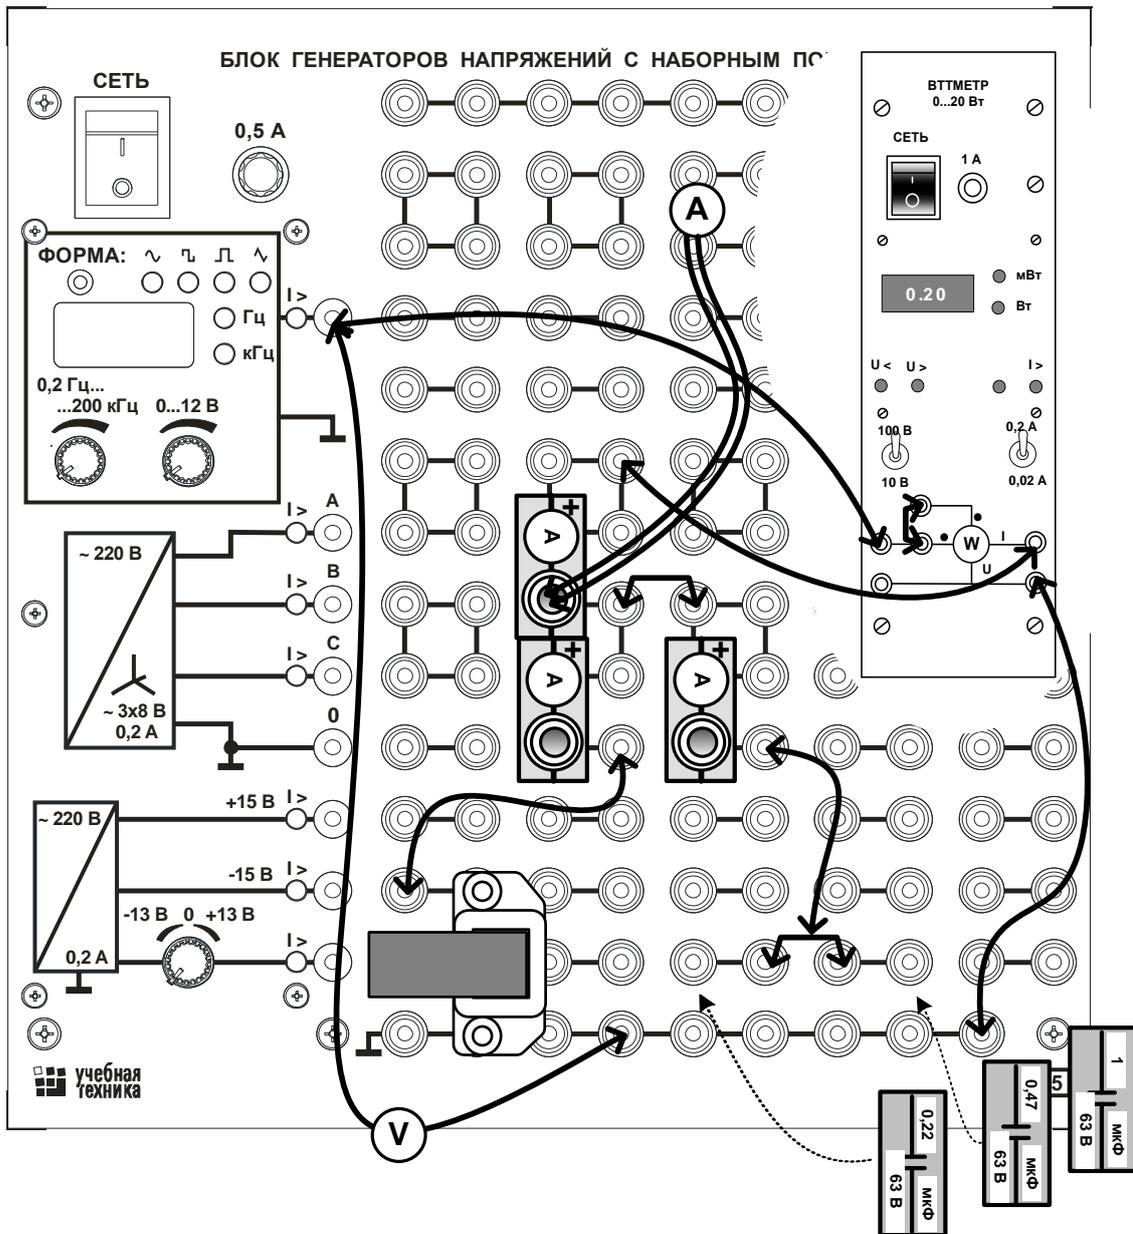

Рис.9.3
- Устанавливайте параллельно индуктивности поочерёдно различные конденсаторы как показано на рис. 9.3, измеряйте и записывайте в табл. 9.2 значения токов в трёх ветвях цепи.